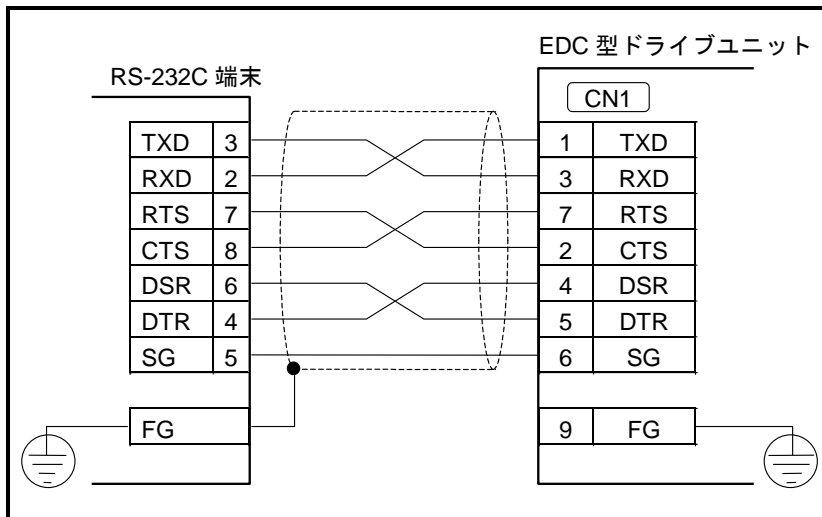
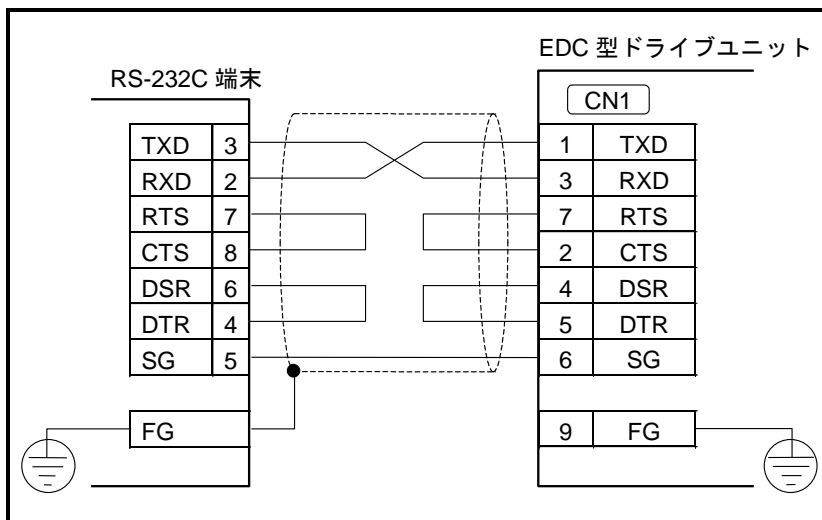

図 A-29 : RS-232C の配線, フロー制御あり
図 A-30 : RS-232C の配線, フロー制御なし
- 「図 A-29 : RS-232C の配線, フロー制御あり」, 「図 A-30 : RS-232C の配線, フロー制御なし」は RS-232C 端末として DOS/V 互換機 (D-sub9 ピンコネクタ) との接続時の配線例です。